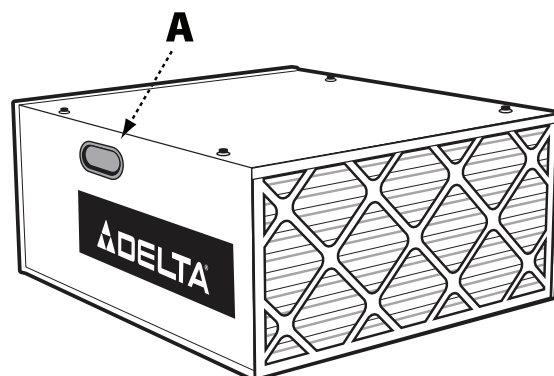

FIG. 4
Le coffre du système de filtration de l'air est pourvu de poignées pratiques de chaque côté pour le soulèvement (une d'entre elles est visible sur (A) la Fig. 4). Pour éviter d'endommager les filtres à air, assurez-vous que ces derniers ne sont pas en contact avec votre corps lorsque vous transportez l'appareil.